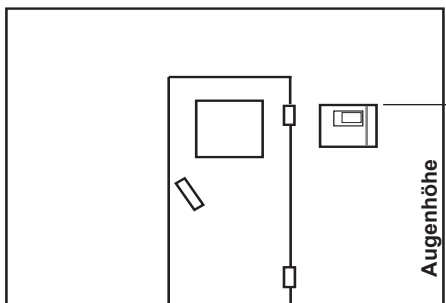

Abb. 3
1. Die Bohrungen  $\varnothing 3$  mm für die mitgelieferten Holzschrauben 4 x 20 mm werden entsprechend den in Abb. 3 + 3.1 angegebenen Maßen angebracht.